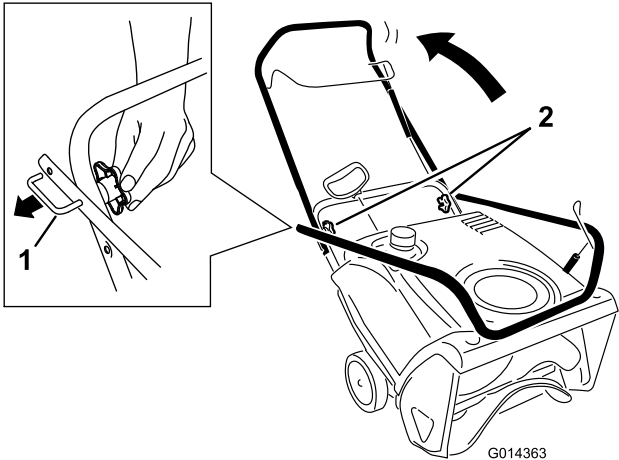

Figure 3
1. Desserrez les boutons du guidon, sortez les dispositifs de blocage en U jusqu'à ce que le guidon bouge librement, puis faites pivoter le guidon en position d'utilisation (Figure 3).